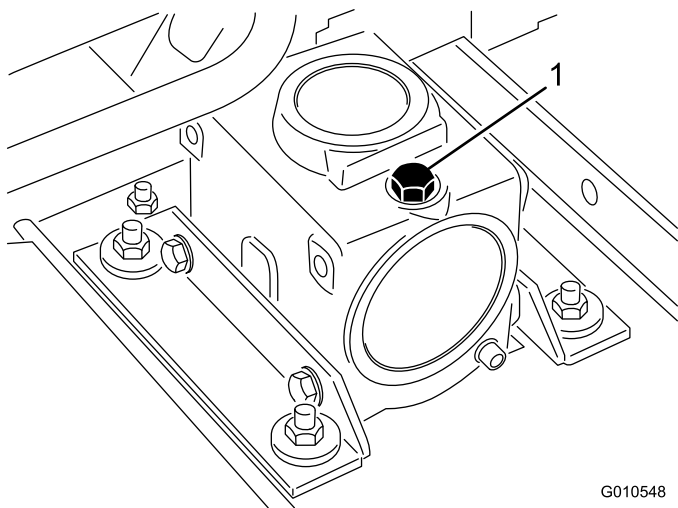

Bild 24
2. Stellen Sie die Zugmaschine und das Mähwerk auf eine ebene Fläche und senken Sie die Mähwerke ab. Nehmen Sie den Peilstab bzw. die Füllschraube oben am Getriebe ab (Bild 24) und stellen Sie sicher, dass der Ölstand zwischen den Markierungen am Peilstab liegt. Wenn der Ölstand niedrig ist, füllen Sie Öl der Sorte SAE 80-90 ein, bis der Stand zwischen den Markierungen liegt. Das Fassungsvermögen des Getriebes ist 283 ml.